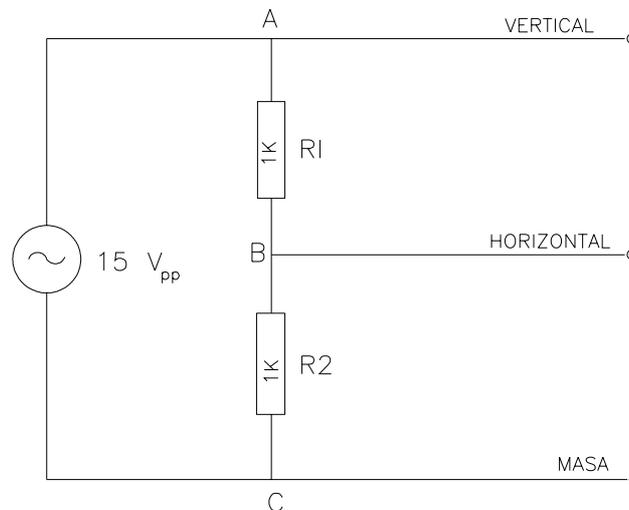

Figura 3
1. Montar el circuito resistivo de la siguiente figura. La fuente de corriente alterna es un generador de onda senoidal, cuya tensión de salida es de 15 V_{pp} (100 Hz). Las conexiones se deberán de realizar, como viene especificado en la figura 3, siendo C el punto de unión de las masas del generador de onda y del osciloscopio. El eje vertical se tomará como eje de tensión y el horizontal como eje de corriente.